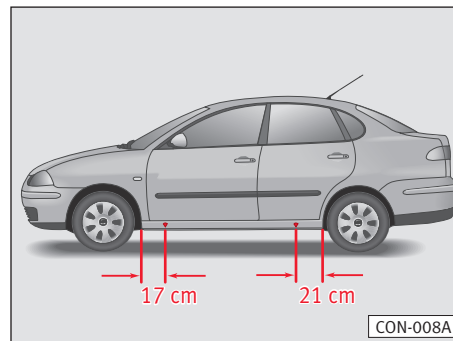

Fig. 138
– O macaco deve colocar-se, na frente e atrás, a uns 17 cm e 21 cm aprox., do correspondente passo da roda ⇒ fig. 138.